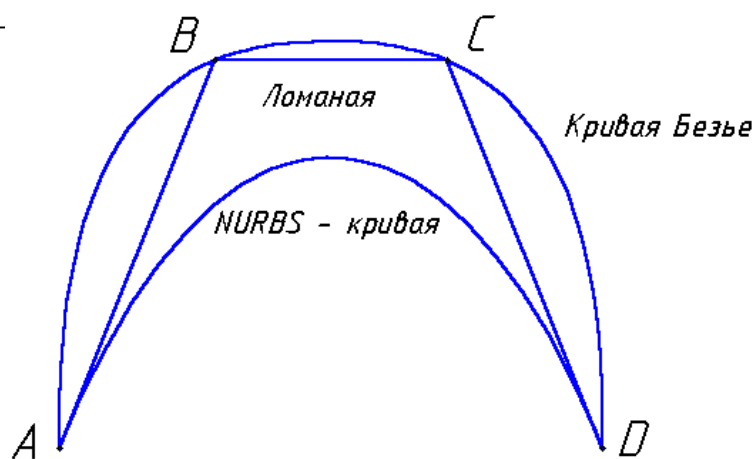

Рис. 9.5.
- После выполнения этого задания вы получите следующее изображение – рис. 9.5.